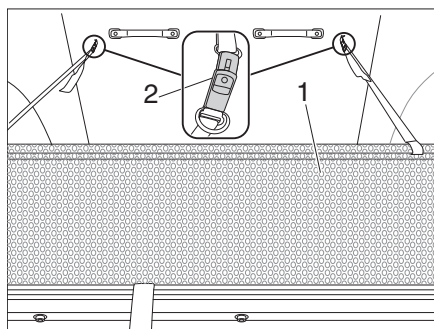

Figura 8 Protección contra caídas
- Retire la protección contra caídas (Figura 8,1) debajo del colchón.
- Asegure la protección contra caídas con hebilla del cinturón (Figura 8,2) al techo elevable.
- Suelte la hebilla del cinturón (Figura 8,2).
- Guarde la protección contra caídas (Figura 8,1) debajo del colchón.